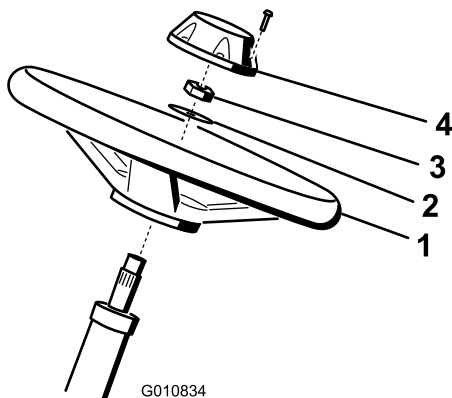

Figura 5
1. Collocate il volante sul piantone (Figura 5).
2. Collocate la rondella sul piantone (Figura 5).
3. Fissate il volante sul piantone per mezzo di un controdado serrato a 27–35 Nm (Figura 5).
4. Montate il coprimozzo sul volante e fissatelo con l'aiuto di una vite (Figura 5).